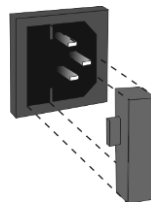

Figure 3. Suporte de Fusível
8.3 **Substituição do fusível.** Desconecte o cabo de alimentação da rede elétrica. Desconecte o cabo de alimentação da tomada na parte traseira da unidade. Abra o suporte do fusível, localizado próximo ao soquete (fig. 3). Verifique e substitua por um fusível correto, se necessário, veja tabela abaixo: